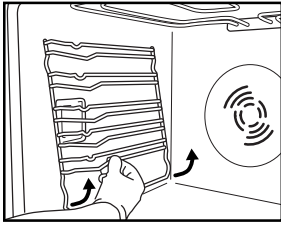

Abb. 3
1. Entfernen Sie die seitlichen Einhängegitter (Abb. 3).
2. Entfernen Sie die seitlichen Einhängegitter, falls vorhanden (Abb. 3).